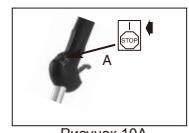

Рисунок 10A
- Переведите выключатель в положение «ПУСК». (рис. 10A)